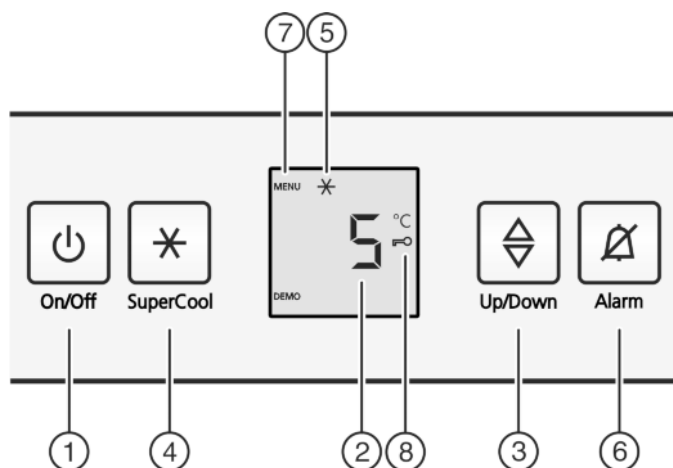

Fig. 2
- ▶ Нажать кнопку On/Off Fig. 2 (1).
- ▶ Нажмите кнопку «SuperCool» Fig. 2 (4) и удерживайте ее прим. 5 секунд.
- ▷ На индикаторе будет отображаться символ «Меню» Fig. 2 (7).
- ▶ Для подтверждения нажать и отпустить кнопку «SuperCool» Fig. 2 (4).
- ▷ На индикаторе горит символ «Защита от детей» Fig. 2 (8).
- ▶ Нажать и отпустить кнопку «On/Off» Fig. 2 (1).
- ▶ Нажмите кнопку Alarm Fig. 2 (6).
- ▶ Активация модуля регулировки температуры: нажмите кнопку настройки Fig. 2 (3).
- ▶ Температуру меняйте степенями по 1 °C: нажимайте кнопку настройки Fig. 2 (3) до тех пор, пока на индикаторе температуры не будет высвечена требуемая температура.
- ▶ Коротко нажмите кнопку SuperCool Fig. 2 (4).
- ▷ На индикации горит символ SuperCool Fig. 2 (5).
- ▷ Символ SuperCool Fig. 2 (5) на индикации гаснет.